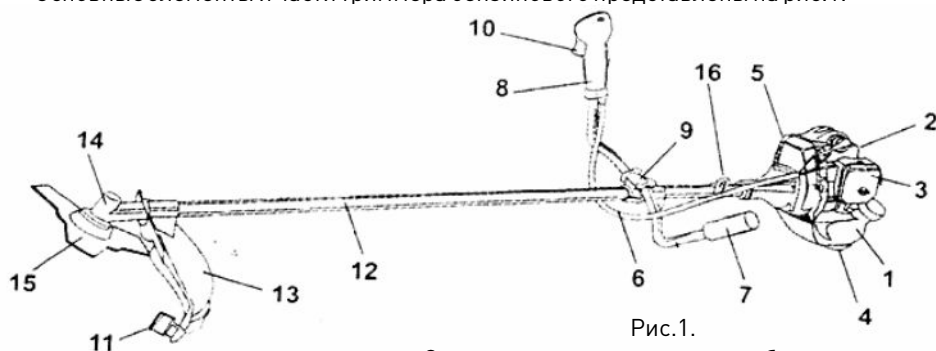

Рис.1.
Основные элементы и части триммера бензинового представлены на рис. 1.
U-образная рукоятка (см. рис.1) состоит из двух частей: левой (7) и правой (8) ручек управления, которые прикреплены к штанге (12) с помощью соединительного кронштейна (9). Левая ручка служит для удержания триммера бензинового левой рукой, а правая ручка – для удержания правой рукой и управлением работой триммера бензинового.